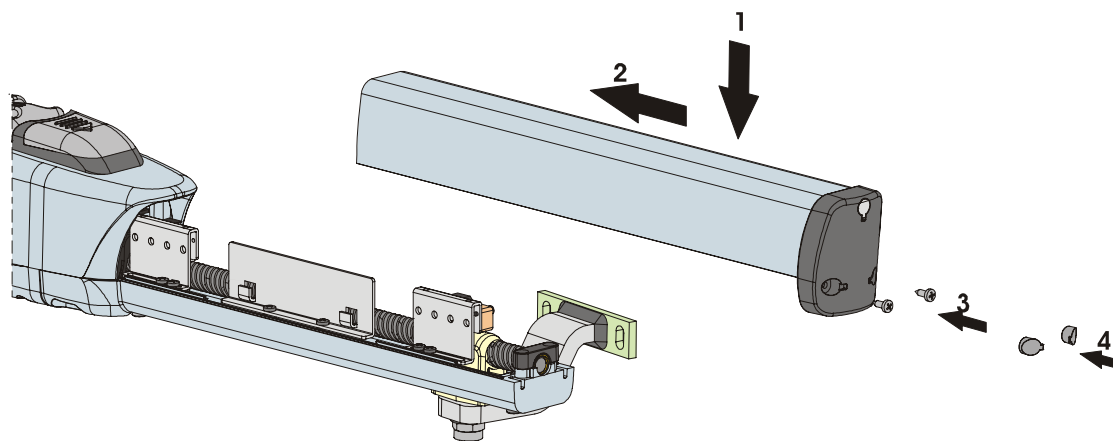

Fig. 25
- 6) Riposizionare il carter di copertura facendolo scorrere sulla fusione inferiore ed accertarsi che sia in battuta, Fig.25.
- 7) Avvitare nuovamente le due viti inferiori, Fig.25.